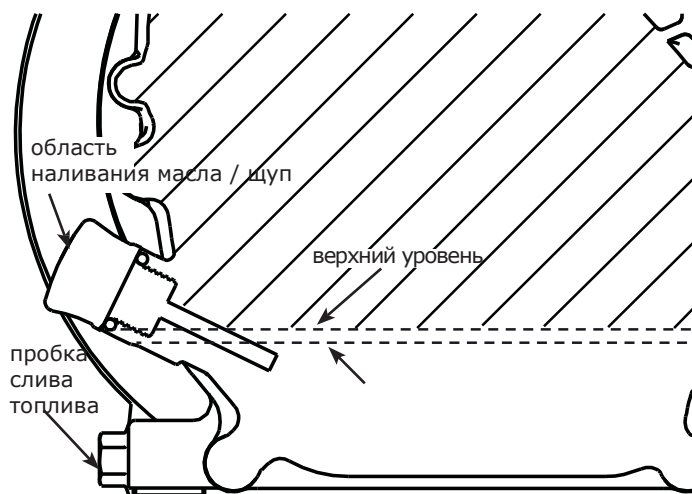

Рисунок 1
1. Очистите область вокруг отверстия для налива масла и сливной пробки. **См. РИСУНОК 1.**
2. Вытащите щуп и тщательно протрите его тканью. **См. РИСУНОК 1.**
5. Если уровень масла ниже верхней резьбы отверстия для налива масла, долейте до верхнего уровня. **См. РИСУНОК 1.**